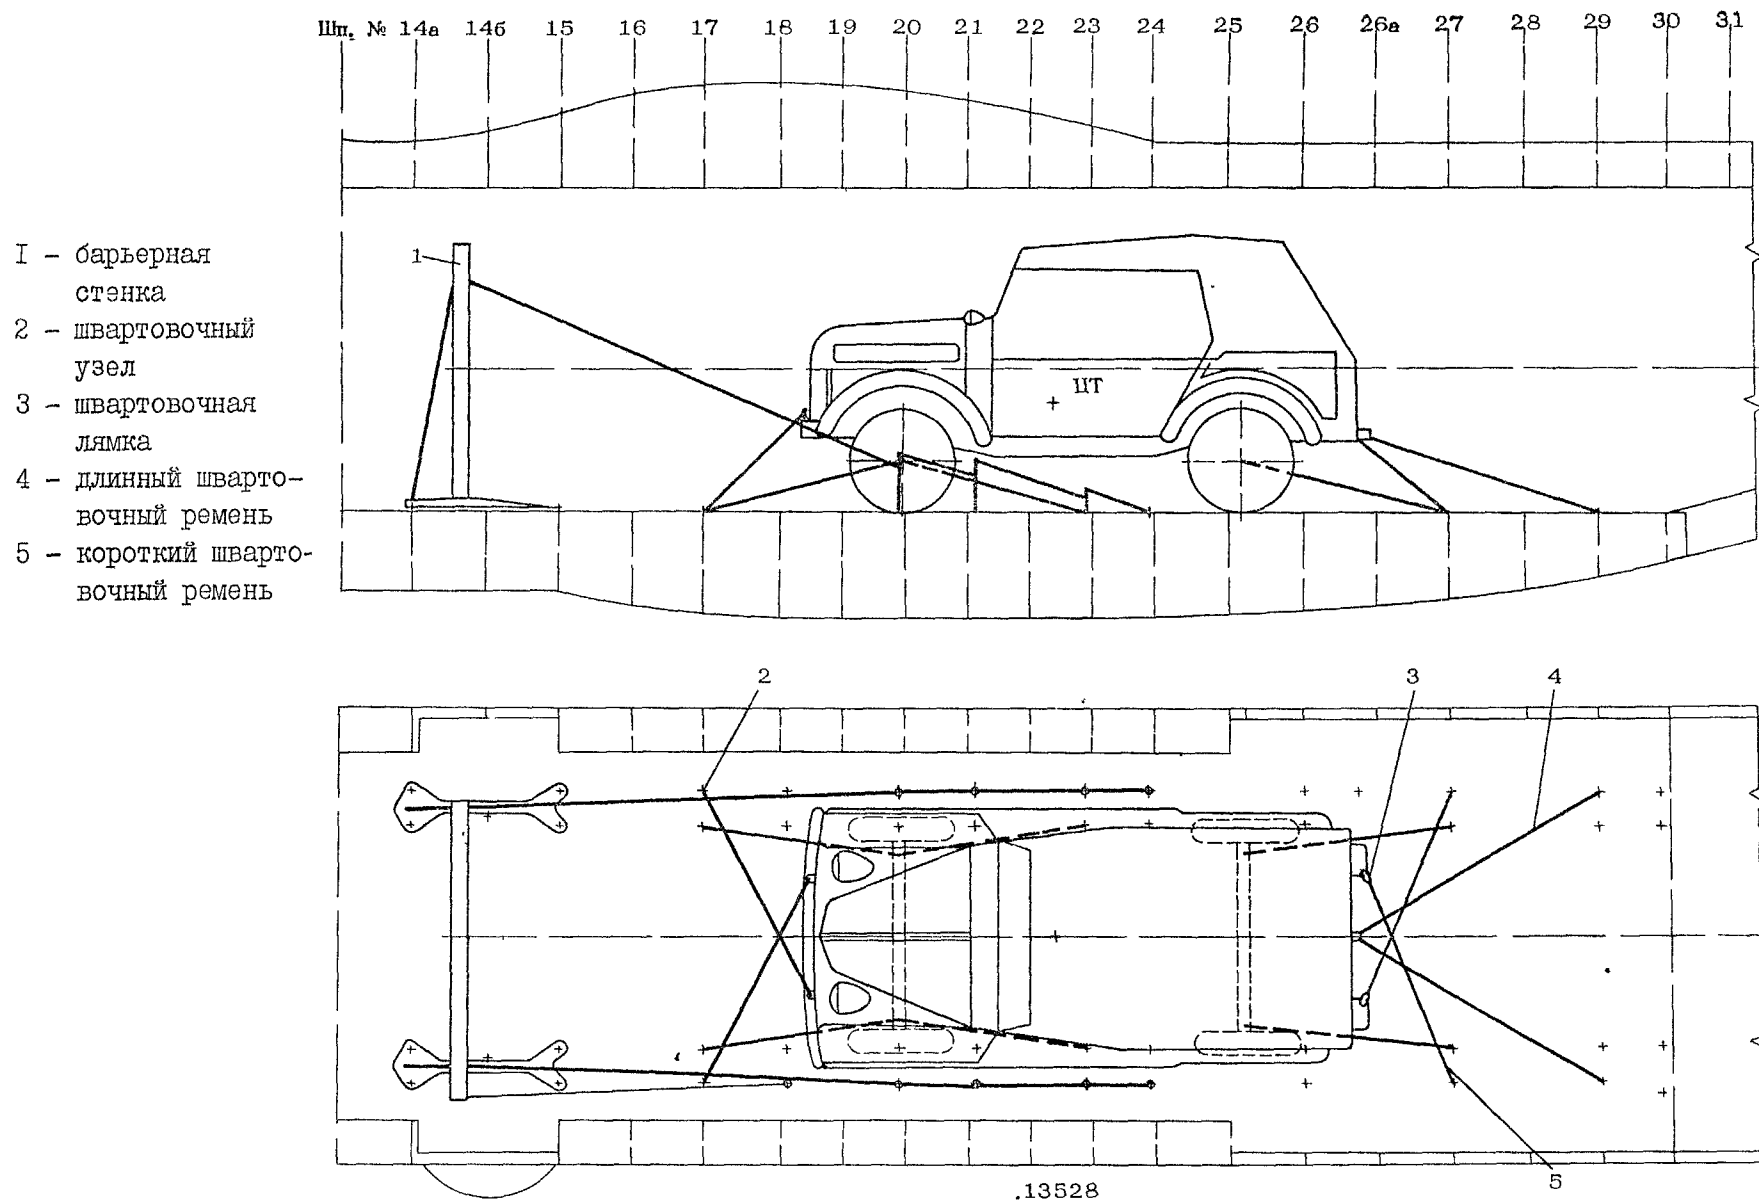

РИС. 13. СХЕМА ШВАРТОВКИ АВТОМОБИЛЯ
- подайте технику задним ходом к рампе. Самоходная техника загружается в самолет задним ходом, чтобы обеспечить быструю выгрузку. В исключительных случаях допускается погрузка передним ходом, рис. 13;